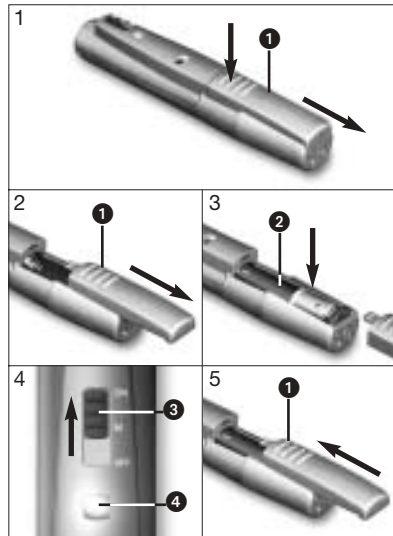

Fig. 2 : Mise en place de la pile
Voir Fig. 2 :
pile (2) dans le compartiment comme indiqué à la Fig. 2.
- Faites occuper au curseur ON/MUTE/OFF (3) la position ON. La LED témoin (4) lance un éclair. Si la pile est en bon état, la LED (4) s'éteint aussitôt. Si la LED (4) reste allumée, la pile n'assure plus que 60 minutes d'autonomie. Remplacez-la dès que possible par une pile fraîche. Si la LED (4) ne s'allume pas, la pile est épuisée et doit être changée.
- Remettez le couvercle du compartiment de la pile (1) sur le module émetteur en le faisant glisser dans le sens inverse de la flèche jusqu'à enclenchement.